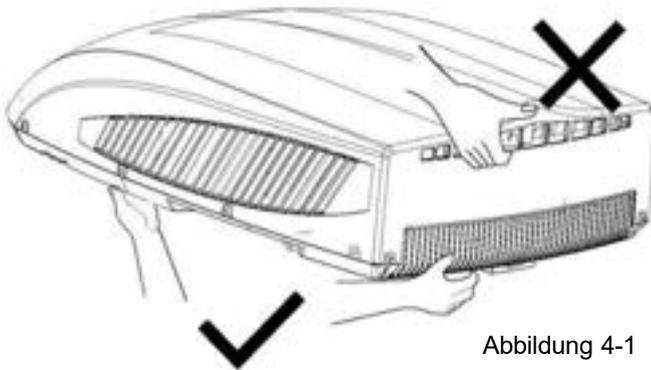

Abbildung 4-1
1) Wenn Sie das Außengerät nach dem Auspacken herausnehmen, heben Sie nicht den Kühler des Luftauslasses an der Rückseite der äußeren Abdeckung an (Siehe Abbildung 4-1).